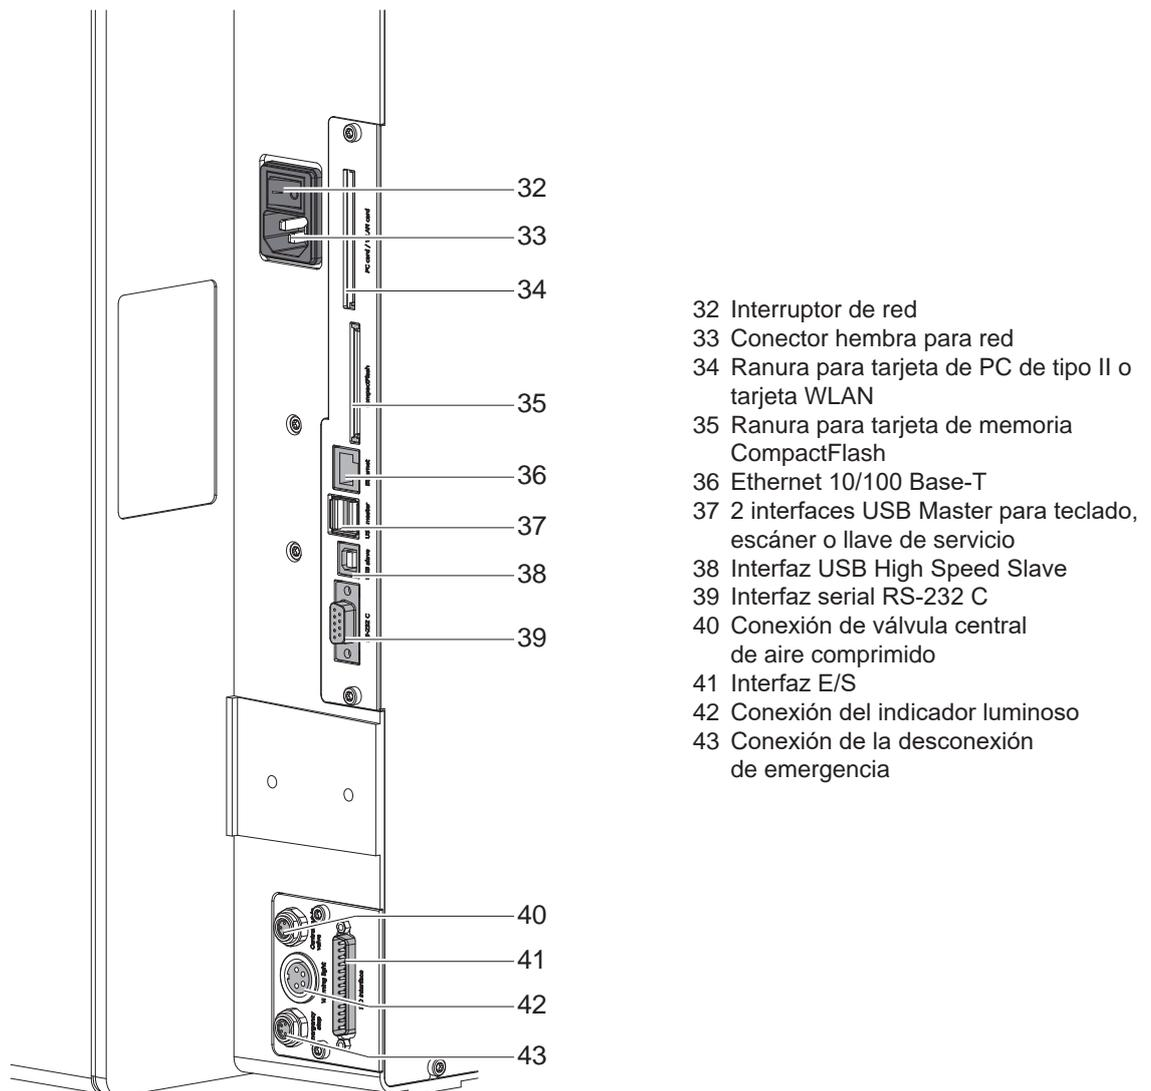

Figura 4 Conexiones
En Figura 4 en la página 8 se representan las interfaces y conexiones disponibles de serie.
2. Insertar el cable de red en el conector hembra para red (33/Figura 4).
- ▶ Conectar la impresora mediante el interruptor de red (32/Figura 4).